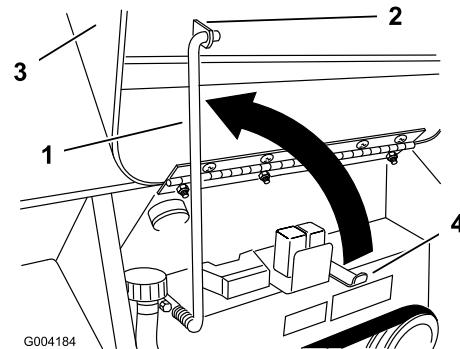

Bild 23
4. Stellen Sie die Stützstange auf und befestigen Sie diese in der Halterung an der Motorhaube (Bild 23).